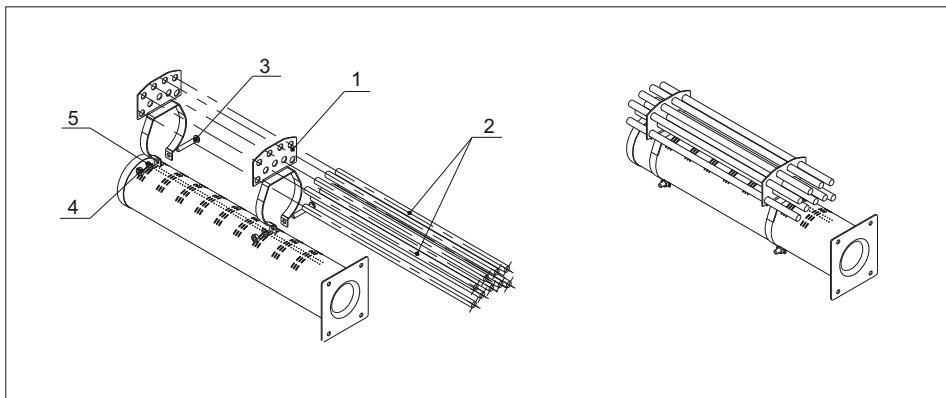

Рис. 4. Схема монтажу комплекту стрижнів
9. Комплект стрижнів для дотримання Технічного регламенту щодо вимог до екодизайну для обігрівачів приміщень та комбінованих обігрівачів (ПКМУ від 27.12.2019 р. №1184), які повинні бути змонтовані при монтажі котла згідно схеми (рис. 4)	1 комплект